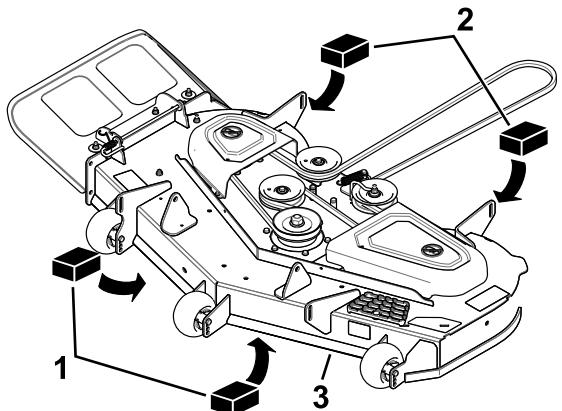

Figura 74
3. Coloque dois calços de 6,6 cm de espessura cada debaixo de cada lado da extremidade frontal da plataforma, mas não debaixo dos suportes do rolo antidano (Figura 74).
4. Coloque dois calços de 7,3 cm de espessura cada debaixo da extremidade traseira da aba da plataforma de corte, um em cada lado da plataforma de corte (Figura 74).